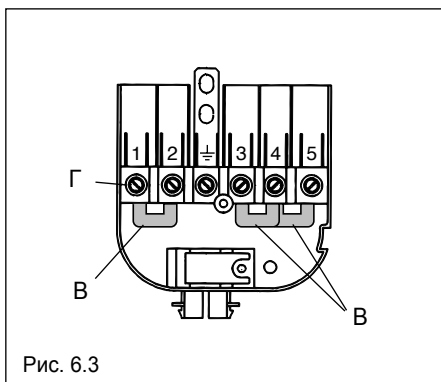
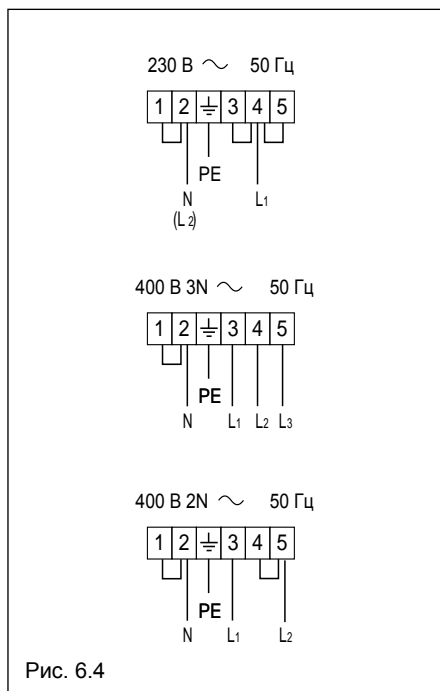

Рис. 6.3
Рис. 6.4
- ✓ Вставьте соединительные планки «В» в коробку с контактами «Г» (Рис. 6.3), как показано на схеме Рис. 6.4.
- ✓ Вставьте гибкий сетевой шнур требуемого сечения и типа (см. информацию в соответствующей главе) через отверстие «Е» в крышке «Б» и подключите провода сети и заземления к соответствующим контактам в коробке «Г», как показано на схеме (Рис. 6.4).